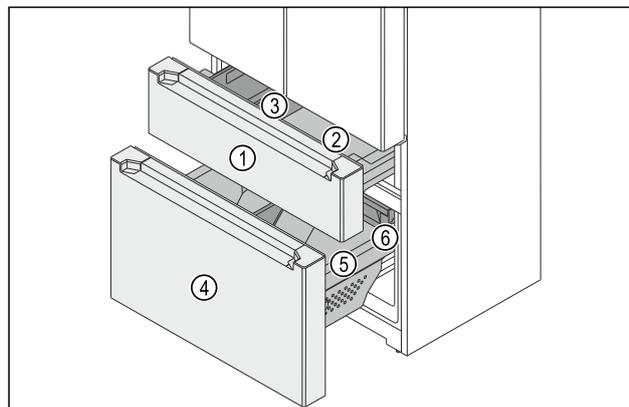

Fig. 140 Chariots à glissière du congélateur
- (1) Chariot à glissière supérieur
- (2) Bac
- (3) FlexBox
- (4) Chariot à glissière inférieur
- (5) Bac
- (6) Tiroir
Le congélateur se compose de deux chariots à glissière. Le chariot à glissière supérieur Fig. 140 (1) comprend un bac Fig. 140 (2) et une FlexBox Fig. 140 (3). Le chariot à glissière inférieur Fig. 140 (4) comprend un bac Fig. 140 (5) et un tiroir Fig. 140 (6). Vous pouvez retirer les bacs des chariots à glissière supérieur et inférieur pour le nettoyage.